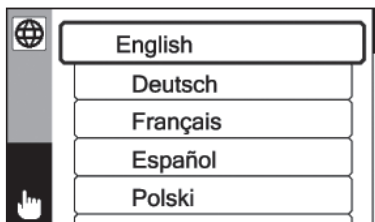

Fig. 12: Idioma
- Idioma da interface do utilizador² (fig. 12)